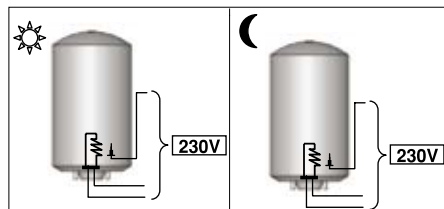

Рис. 13. Система PROfessional TECH: постоянно работающий источник питания
② Постоянно работающий источник питания
- Нагревательный элемент и система PROfessional TECH: постоянно работающий источник питания (рис. 13).